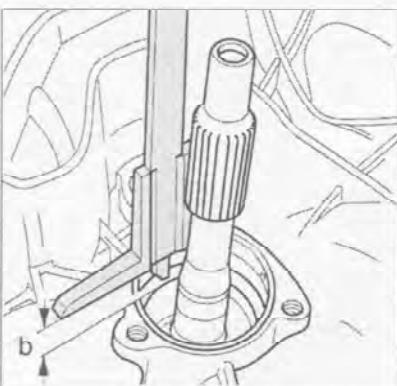

Рис. 7.93. Штангенциркулем измерьте расстояние *b* до поверхности шарикоподшипника.
5. Штангенциркулем измерьте расстояние *b* до поверхности шарикоподшипника (рис. 7.93). **Номинальное значение:** 26.8 мм.